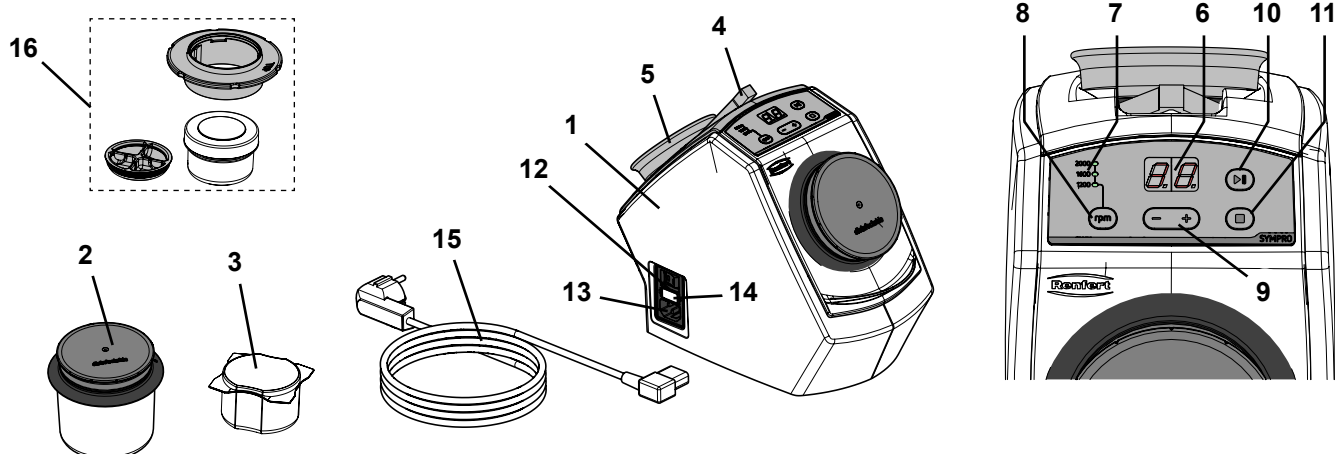

Fig. 1
- ⇒ Sitúe las pinzas adjuntas y el imán de sujeción en las correspondientes cavidades en la parte trasera del aparato (Fig. 1).
- ⇒ Elija el cable de red provisto del conector adecuado para su país (15, Fig. 1).
- ⇒ Introducir el cable de red a la conexión de red (13, Fig. 1).
- ⇒ Conecte el aparato a través del interruptor de red (12, Fig. 1).
⇒ Llene el vaso de limpieza (2, Fig. 1) con 75 g de agujas de limpieza (equivale a un envase).
⇒ Llene el mini vaso SYMPRO (16, Fig. 1) con ~ 5 g de agujas de limpieza.
⇒ Ajuste el tiempo de limpieza mediante las teclas + / - (9, Fig. 1) entre 0 y 30 min.
⇒ Ajustar el número de revoluciones con la tecla selectora del número de revoluciones (8, Fig. 1).
- ◆ La indicación del número de revoluciones (7, Fig. 1) indica el número de revoluciones seleccionado.